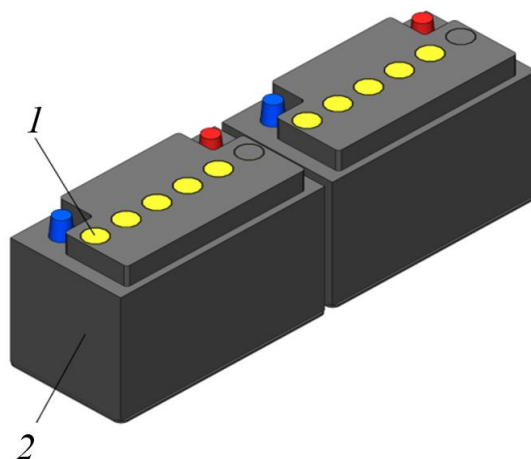

Рисунок 5.77. Аккумуляторные батареи
- ▶ Открыть пробки наливных горловин во всех отсеках (для открытия вращать пробку против часовой стрелки) аккумуляторной батареи рис. 5.77.